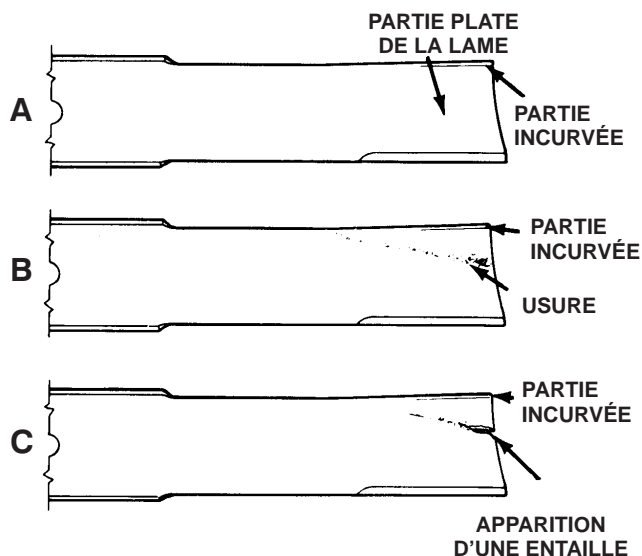

Figure 85
2. Examinez attentivement les tranchants de la lame, particulièrement au point de rencontre des parties plane et incurvée (Fig. 85-A). Le sable et les matières abrasives peuvent éroder le métal à cet endroit, c'est pourquoi il est important de contrôler l'état de la lame avant d'utiliser la tondeuse. Remplacez la lame si elle est usée (Fig. 85-B).
**Si la lame est trop usée, une entaille se forme entre la partie incurvée et la partie plane (Fig. 85-C). La lame risque alors de se briser et un morceau peut être projeté du dessous de la machine, vous blessant gravement, vous ou une personne à proximité.**